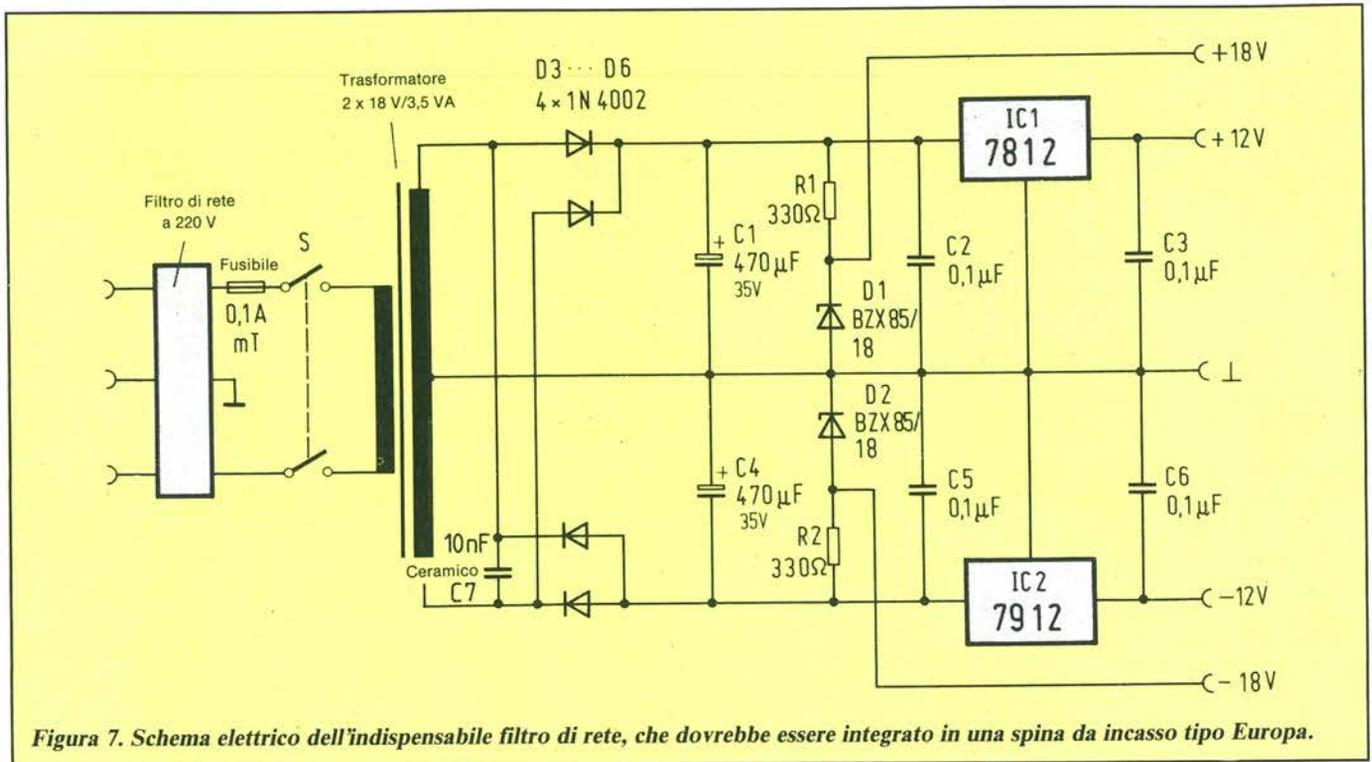

Figura 7. Schema elettrico dell'indispensabile filtro di rete, che dovrebbe essere integrato in una spina da incasso tipo Europa.
santi saldati da 1 nF: si ottiene in tal modo il bloccaggio dell'alta frequenza. La presa DIN con bloccaggio a baionetta è applicata all'astuccio schermante. I collegamenti di questa presa sono illustrati in Figura 7. I fori di fissaggio verranno praticati attraverso il pannello anteriore del mobiletto che contiene l'intero dispositivo. Dopo il montaggio, applicare il coperchio dell'astuccio schermante per l'amplificatore stabilizzato a chopper. Proseguire poi con la basetta di regolazione, montata sul circuito stampato principale, a destra, accanto all'alimentatore.
V). La tensione alternata di 2 x 18 V necessaria allo scopo viene fornita da un trasformatore da 3,5 VA montato sul circuito stampato. Le due tensioni alternate vengono rettificate (4 x 1N4002) e filtrate. Il condensatore elettrolitico di filtro, da 470 μF , è addirittura sovradimensionato per la bassa corrente assorbita dai componenti. Dalla tensione d'uscita (circa 2 x 25 V) vengono ricavate tutte le tensioni necessarie, mediante diodi zener e regolatori di tensione integrati (IC7 ed IC8), secondo lo schema di Figura 7. I $\pm 6,8$ V per l'amplificatore d'ingresso vengono prodotti, su questo stesso modulo, a partire dalle tensioni di ± 12 V.